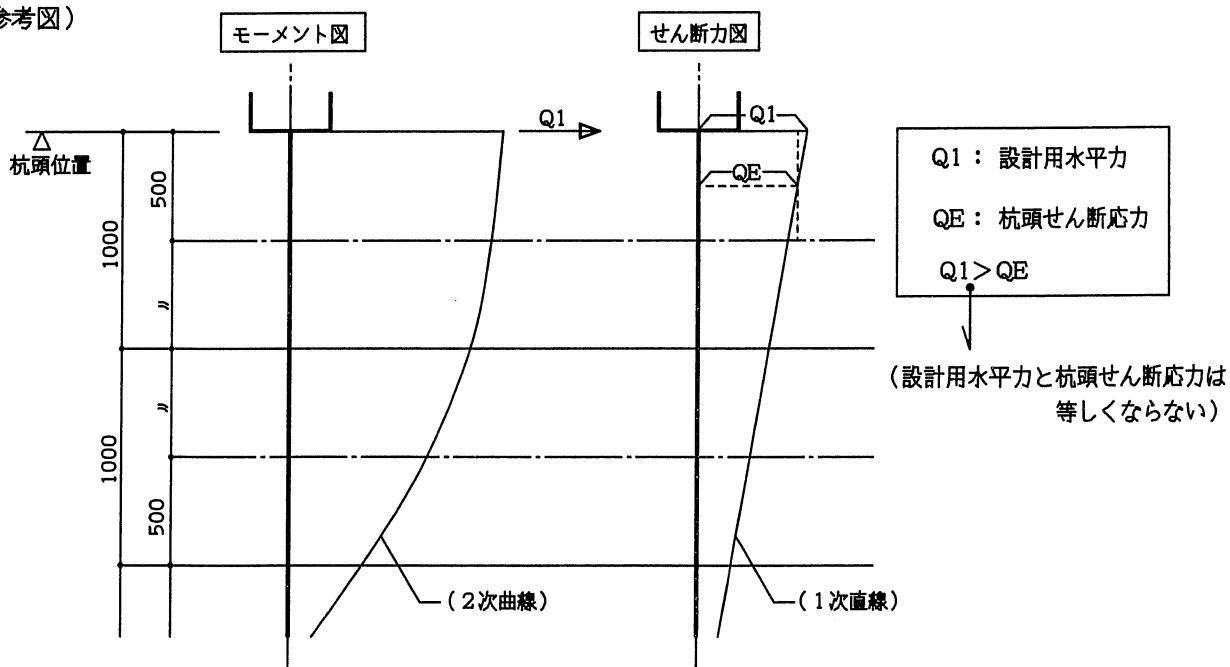

図 1. 杭頭部分応力図
- ②杭頭せん断応力の計算方法によります。(下図 1. 右図参照)